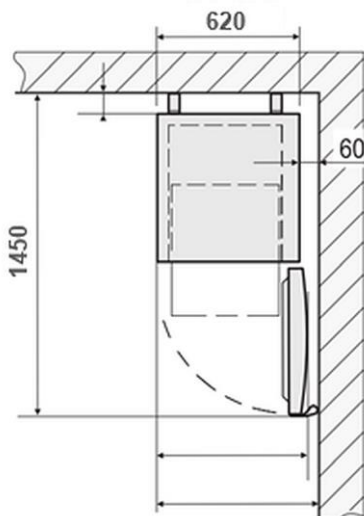

Fig. 5
- Se o aparelho for instalado em um canto, deve haver uma folga lateral de pelo menos 60 mm (Fig. 5).